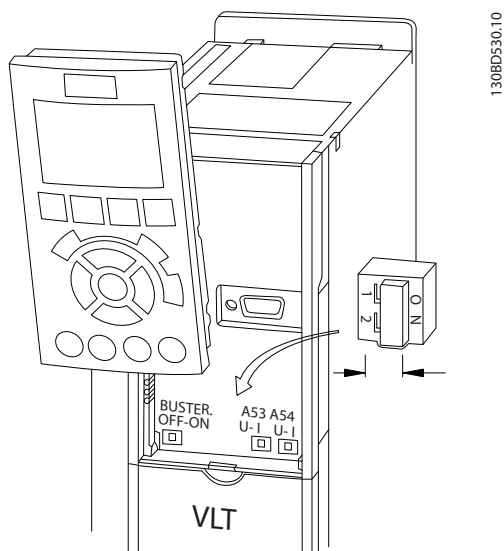

Abbildung 4.10 Lage der Schalter für die Klemmen 53 und 54
1. Entfernen Sie die LCP-Bedieneinheit (siehe Abbildung 4.10).